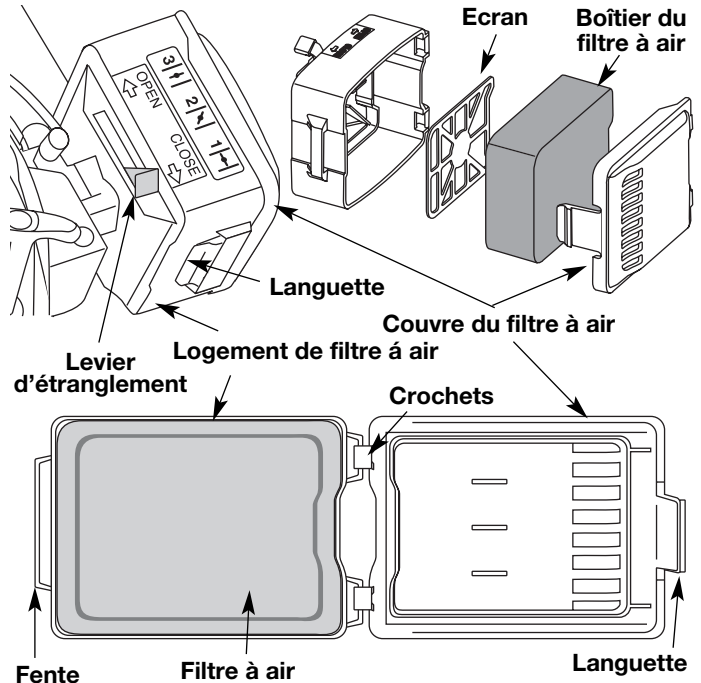

Fig. 22
1. Ouvrez le couvercle du filtre à air. Enfoncez la languette située à gauche du couvercle, tirez celui-ci vers vous pour le dégager du boîtier du filtre à air (Fig. 22).
2. Retirez le filtre à air et l'écran derrière lui (Fig. 22).
6. Remplacez le filtre et l'écran (Fig. 22).
gauche du filtre à air dans les fentes situées à gauche du boîtier du filtre à air (Fig. 22).
8. Pivotez le couvercle vers la droite jusqu'à ce que la languette du couvercle du filtre s'enfonce d'un déclic dans la fente sur le côté droit du boîtier du filtre (Fig. 22).